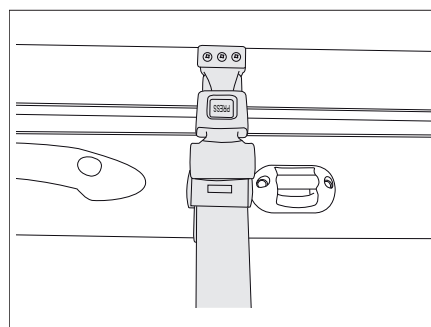

Fig. 161 Cintura di ritegno letto basculante, manuale
- Assicurare il letto basculante al soffitto mediante la cintura di ritegno (Fig. 161).